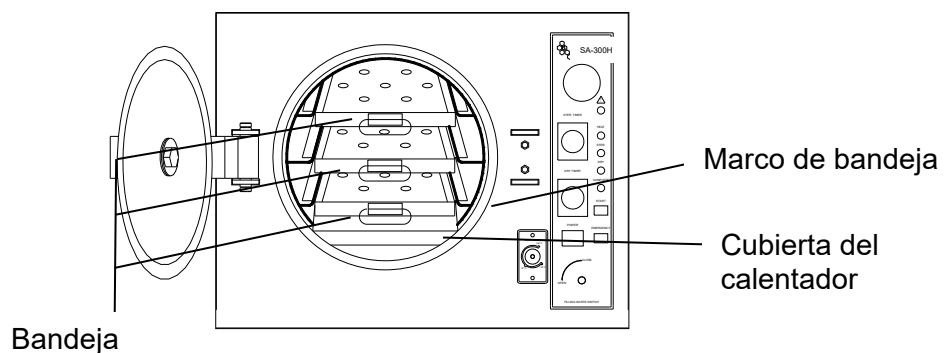

Figura 8
F. Instale la bandeja según se muestra en la Figura 8 (accesorio opcional)